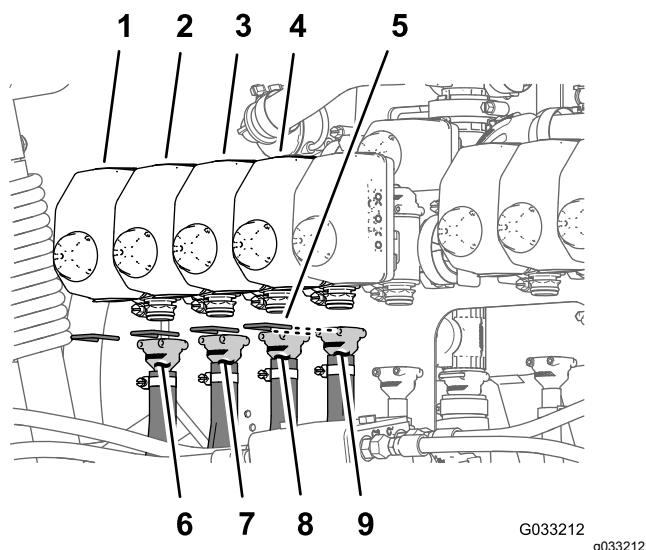
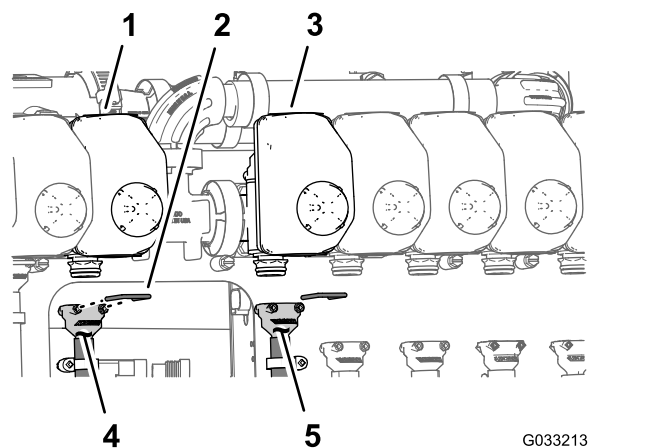
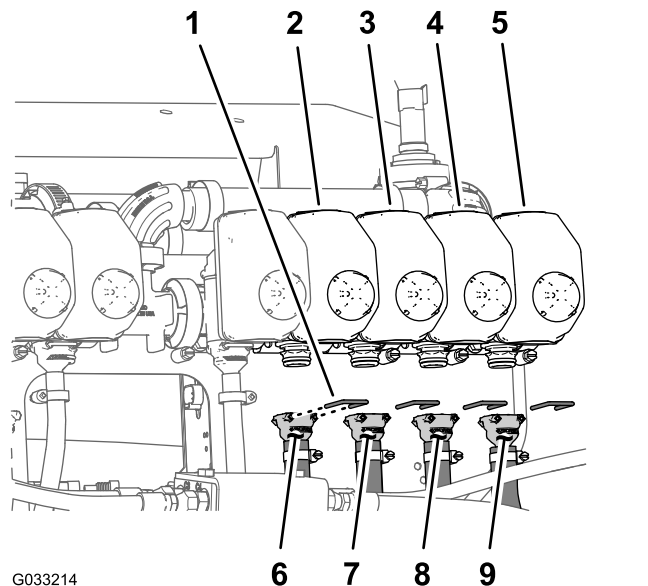

图 138
图 139
图 140
注意 请参阅 将软管安装到喷嘴阀 1 至 4 (页码 54) 中的 图 138、将软管安装到喷嘴阀 5 和 6 (页码 54) 中的 图 139 和 将软管安装到喷嘴阀 7 至 10 (页码 54) 中的 图 140 了解喷嘴位置。
1. 将 279cm 供水软管的直通宝塔接头安装到喷嘴阀 1 的连接器上 图 138。
2. 用卡环 图 138 将宝塔接头固定在连接器上。
3. 将 234cm 供水软管的直通宝塔接头安装到喷嘴阀 2 的连接器上 图 138。
4. 用卡环 图 138 将宝塔接头固定在连接器上。
5. 将 188cm 供水软管的直通宝塔接头安装到喷嘴阀 3 的连接器上 图 138。
6. 用卡环 图 138 将宝塔接头固定在连接器上。
7. 将 188cm 供水软管的直通宝塔接头安装到喷嘴阀 4 的连接器上 图 138。
8. 用卡环 图 138 将宝塔接头固定在连接器上。
1. 将 81cm 供水软管的直通宝塔接头安装到喷嘴阀 5 的连接器上 图 139。
2. 用卡环 图 139 将宝塔接头固定在连接器上。
3. 将 81cm 供水软管的直通宝塔接头安装到喷嘴阀 6 的连接器上 图 139。
4. 用卡环 图 139 将宝塔接头固定在连接器上。
1. 将 188cm 供水软管的直通宝塔接头安装到喷嘴阀 7 的连接器上 图 140。
- 用卡环图 140 将宝塔接头固定在连接器上。
- 将 188cm 供水软管的直通宝塔接头安装到喷嘴阀 8 的连接器上图 140。
- 将 234cm 供水软管的直通宝塔接头安装到喷嘴阀 9 的连接器上图 140。
- 将 279cm 供水软管的直通宝塔接头安装到喷嘴阀 10 的连接器上图 140。